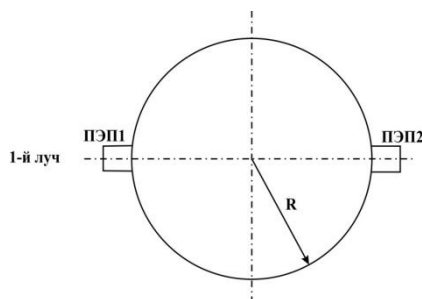

Рисунок 10 – Положение пар ПЭП для однолучевых расходомеров
5.2.5 В расходомерах однолучевого исполнения на один трубопровод устанавливаются одна пара ПЭП (рисунок 10).